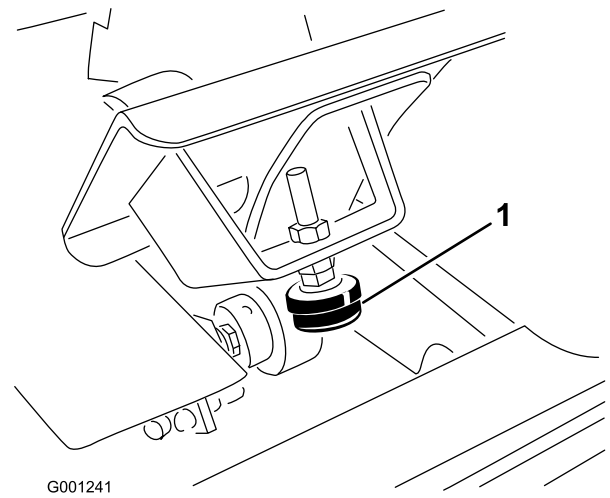

Figura 67
1. Verifique el ajuste del tope del pedal de tracción. El tope del pedal (Figura 67) debe entrar en contacto con el bastidor justo antes de que la bomba alcance su carrera máxima.